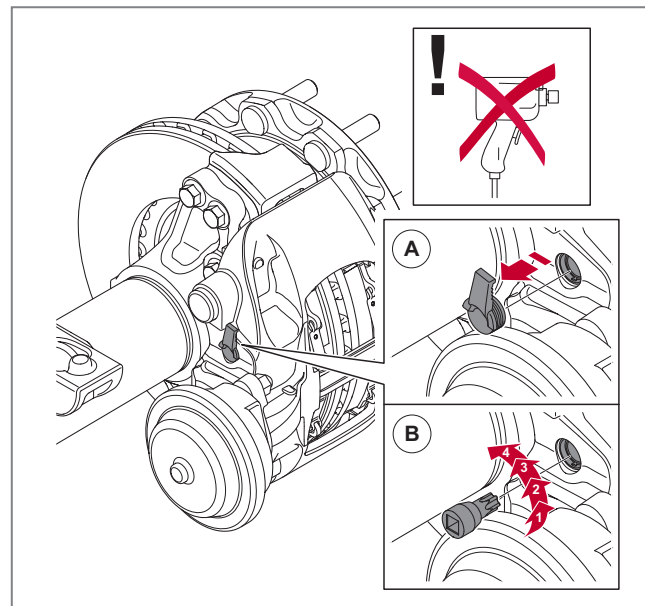

Abb. 8 - Zurückstellen per Rückstellwelle
2. Entfernen Sie den Schutzstopfen der Rückstellwelle - Pos. A -, siehe ► Abb. 8.
3. Das Zurückstellen der Bremse erfolgt mithilfe eines Torx 55 Steckschlüssels, indem Sie die Rückstellwelle vier Klicks oder bis zum Anschlag gegen den Uhrzeigersinn weiterdrehen, siehe - Pos. B -, siehe ► Abb. 8. Beim Zurückstellen muss ein deutliches Klickgeräusch vernehmbar sein.